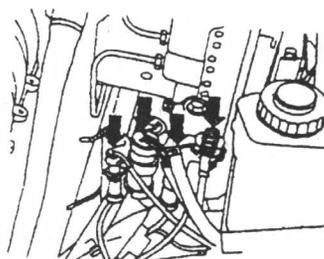

图 1.6 拆下防盗装置等线束插头
- (9) 拆下 ABS 控制单元前的防盗报警装置、空调离合器和喇叭线束插头，如图 1.6 所示。